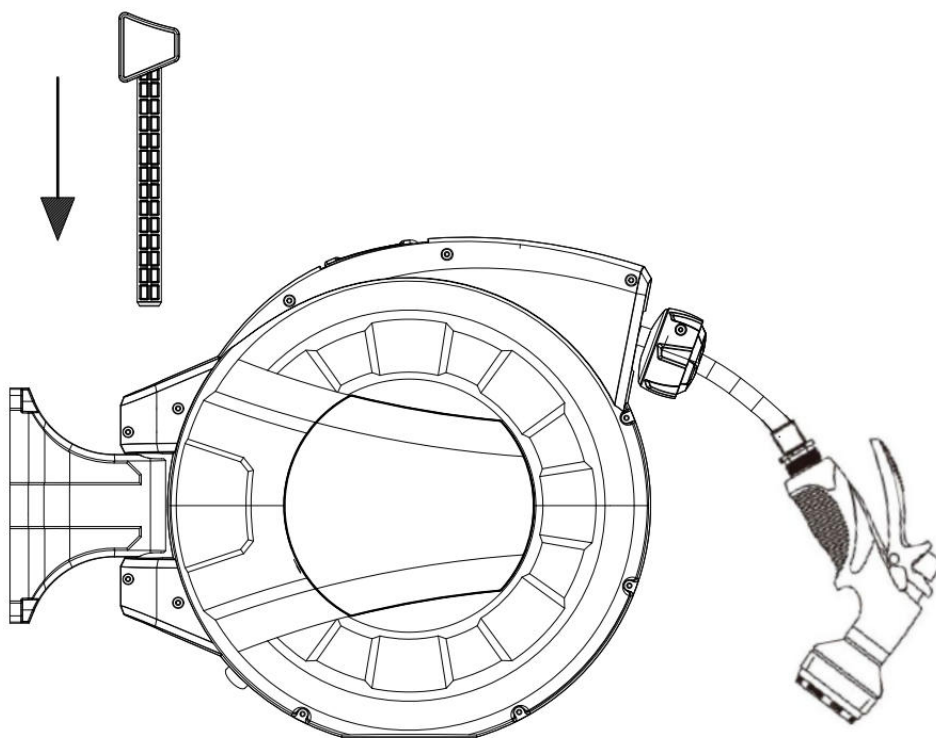

Fig.3
5. Conectați tamburul la suportul de montare. (Fig.3)